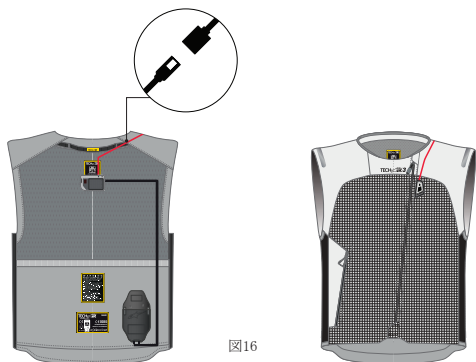

図16
1. システム背面のポケットにある電子制御ユニット (3) にアクセスします。ジップとベストの内側にあるフックとループのパッチを使ってベストを開き、ポケットにアクセスします。
2. 図16に示されるように、LEDディスプレイ (2) に電源を供給しているケーブルを外します。